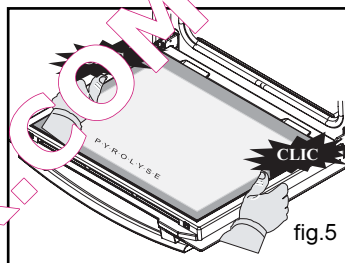

fig.5
- Clippez votre dernière glace en plaçant l'indication "P.Y.R.O.L.Y.S.E" vers vous (fig.5).
Ramenez le sélecteur de fonctions sur la position 0 (fig.5).